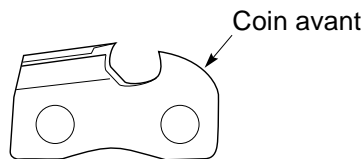

Figure 23 - Round OffFigure 23 - Arrondir le coin avant du limiteur de profondeur
3. Retirer l'outil. Avec la lime plate, arrondir le coin avant du limiteur de profondeur. (Voir la figure 23.)